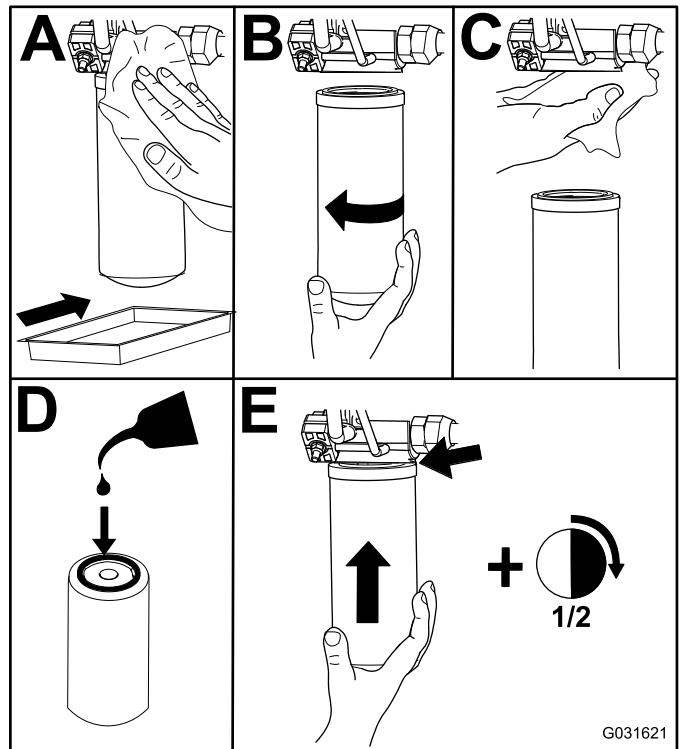

Figure 87
- Remplacez les filtres hydrauliques (Figure 87).